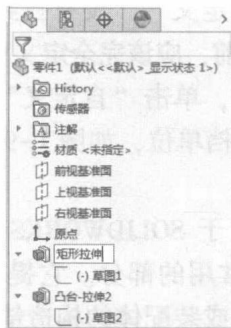

图 1-11 更改项目名称
(1) 特征管理器的主要功能
- 如要更改项目的名称，在名称上缓慢单击两次，然后输入新的名称即可，如图 1-11 所示。
(2) 对特征管理器的操作